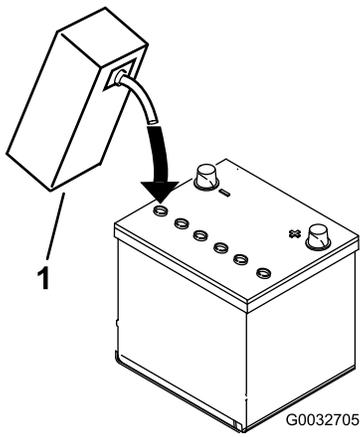

图6
3. 小心为每个电池注入电解液直到电池极板被大约 6mm 的液体覆盖 图6。
4. 等待约 20 至 30 分钟以便电解液渗透到极板内。必要时加注电解液使电解液保持在加注井底部约 6mm 范围内图6。